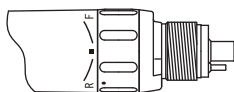

図 4
- 2) 逆回転させる時は、正逆切替リングをR側へ回します。（図4）